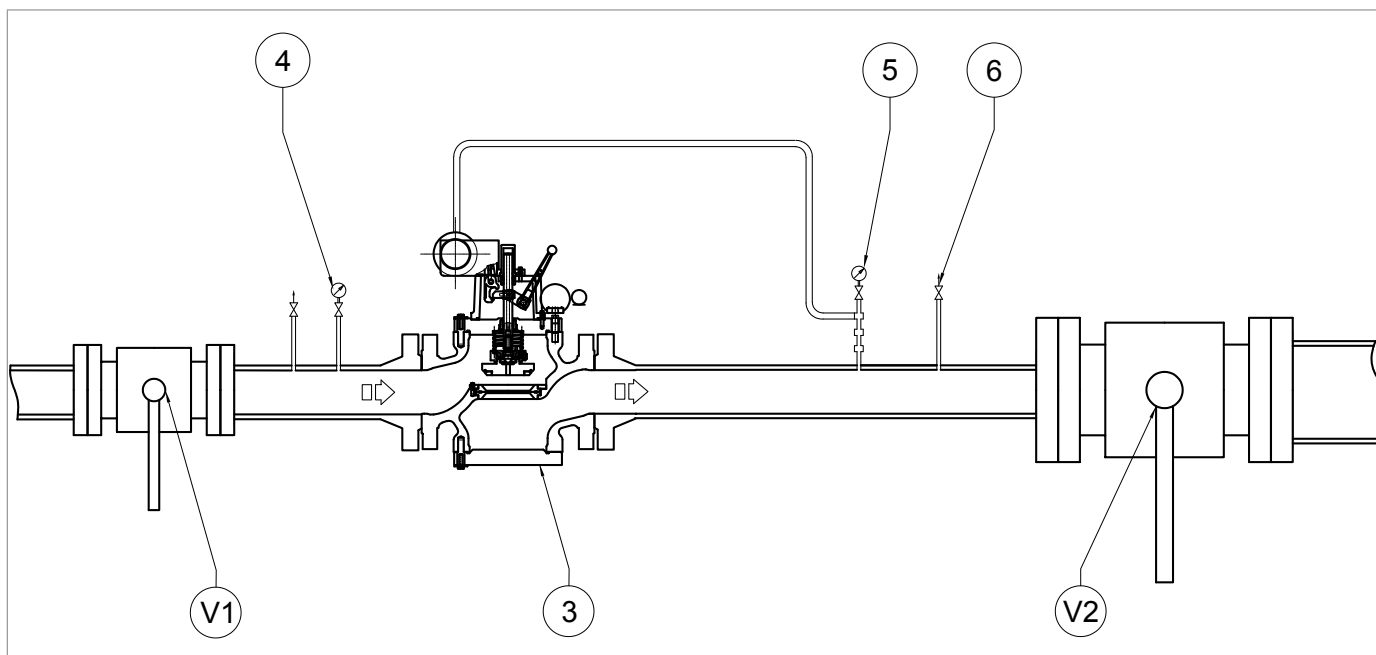

Рис. 8.11. Проверка герметичности запорного клапана SBC 782
1	<p>! ОБРАТИТЕ ВНИМАНИЕ!</p> <p>Проверьте давление по показаниям манометра (Рис. 8.11, ссылка 5).</p> <p>Если предохранительный запорный клапан:</p> <ul style="list-style-type: none"> • поездки до ожидаемого значения давления: закрутите (по часовой стрелке) регулировочную кольцевую гайку (13), чтобы еще больше сжать пружину (11); • не срабатывает при ожидаемом значении давления: открутите (против часовой стрелки) регулировочную кольцевую гайку (13), чтобы снять напряжение с пружины (11).
2	Уменьшите давление в головке реле давления с помощью сливного крана (3) внешнего источника или сливного крана (Рис. 8.11, арт. 6).
1	Частично откройте сливной кран (Рис. 8.11, сс. 6) и держите его открытым для выполнения следующих действий.
2	<p>Уменьшите давление на выходе до минимально необходимого давления предохранительного запорного клапана.</p> <div>  ОБРАТИТЕ ВНИМАНИЕ! </div> <p>Проверьте давление по показаниям манометра (Рис. 8.11, ссылка 5).</p> <p>Если предохранительный запорный клапан:</p> <ul style="list-style-type: none"> • срабатывания до ожидаемого значения давления: открутите (против часовой стрелки) гайку регулировочного кольца (15), чтобы снять напряжение с пружины (17); • не срабатывает до ожидаемого значения давления, закрутите (по часовой стрелке) регулировочную кольцевую гайку (15), чтобы еще больше сжать пружину (17).
3	Закройте воздушный кран (Рис. 8.11, сс. 6).
1	<p>Для проверки правильности настройки увеличьте давление на выходе (Dp) до значения срабатывания запорного клапана:</p> <ul style="list-style-type: none"> • линии, используя внешний источник давления • головки реле давления, ссылаясь на «8.5.3 - Нагнетание давления с помощью внешнего источника». <div style="border: 1px solid blue; padding: 5px; margin-top: 10px;"> ! ОБРАТИТЕ ВНИМАНИЕ! </div> <p>Проверьте давление по манометру (Рис. 8.11, сс. 5) на выходе от основного регулятора.</p> <p>Если предохранительный запорный клапан:</p> <ul style="list-style-type: none"> • поездки до ожидаемого значения давления: закрутите (по часовой стрелке) регулировочную кольцевую гайку (13), чтобы еще больше сжать пружину (11); • не срабатывает при ожидаемом значении давления: открутите (против часовой стрелки) регулировочную кольцевую гайку (13), чтобы снять напряжение с пружины (11).
2	Открывая стравливающий клапан (Рис. 8.11, сс. 6), снизить давление в нисходящей части до калибровочного значения основного регулятора.
3	Закройте клапан для выпуска воздуха (Рис. 8.11, сс. 6).